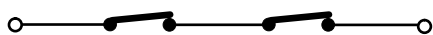

Fig. 32
N.B. Si deux ou plusieurs dispositifs de sécurité ont la même fonction (ouverture, fermeture et fermeture, bord), il faut connecter les contacts en série entre eux (fig. 32).
Pour installer plusieurs dispositifs de sécurité, connecter les contacts N.F. en série (fig. 32).